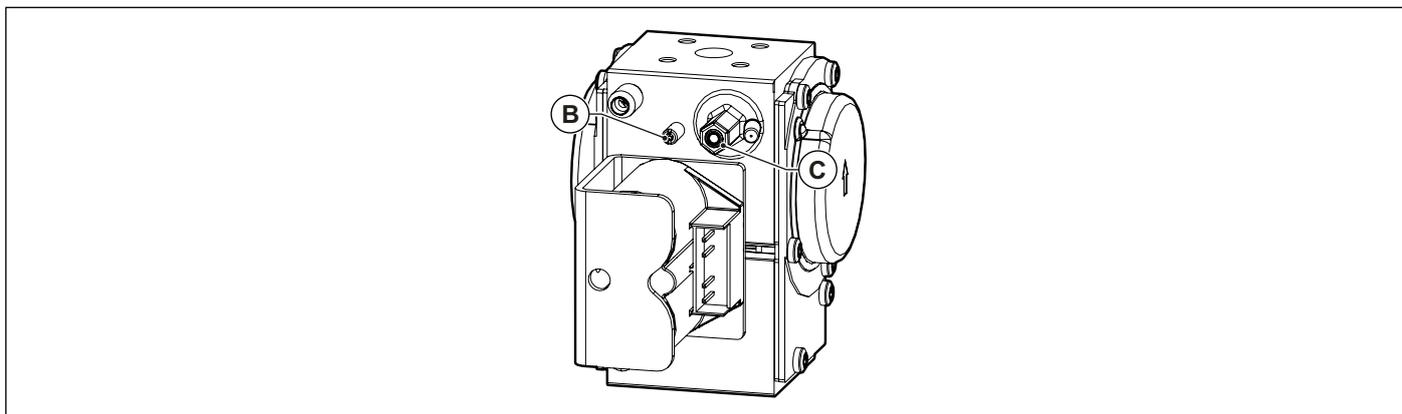
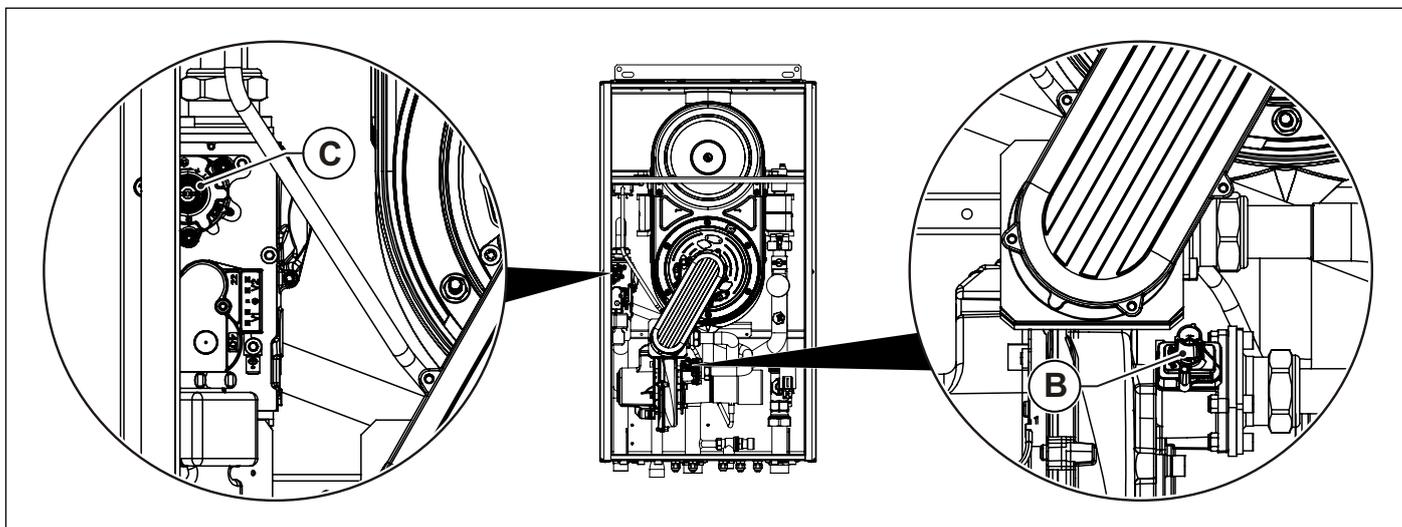

Fig. 47 Réglage de la valeur d'anhydride carbonique KR 85 - KR 120
Fig. 48 Réglage de la valeur d'anhydride carbonique KR 150
- Régler la valeur de l'anhydride carbonique (CO₂) des fumées en tournant le régulateur de rapport **B** (voir Fig. 47 Réglage de la valeur d'anhydride carbonique KR 85 - KR 120 e Fig. 48 Réglage de la valeur d'anhydride carbonique KR 150) et s'assurer qu'il est dans les limites de la Tab. 1 Données d'étalonnage KR 85 et de la Tab. 2 Données d'étalonnage KR 120 et de la Tab. 3 Données d'étalonnage KR 150.
- Régler la valeur de l'anhydride carbonique (CO₂) des fumées en tournant le régulateur de offset **C** (voir Fig. 47 Réglage de la valeur d'anhydride carbonique KR 85 - KR 120 e Fig. 48 Réglage de la valeur d'anhydride carbonique KR 150) et s'assurer qu'il est dans les limites de la Tab. 1 Données d'étalonnage KR 85 et de la Tab. 2 Données d'étalonnage KR 120 et de la Tab. 3 Données d'étalonnage KR 150.